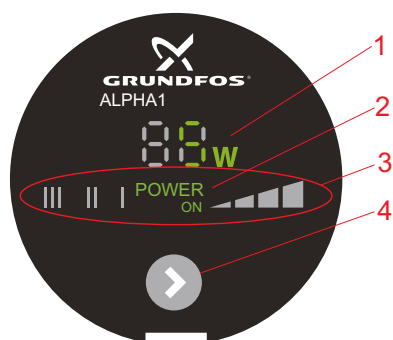
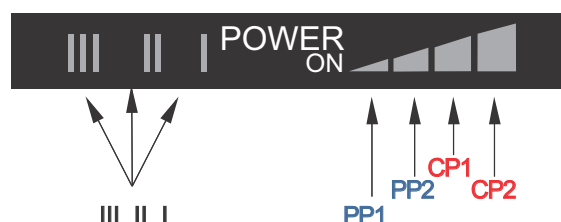

Fig. 8 Painel de controlo do GRUNDFOS ALPHA1
Fig. 9 Sete campos luminosos
O visor (fig. 8, pos. 1) acende-se quando se liga a alimentação. O visor apresenta o consumo de energia efectivo do circulator em Watt (número inteiro) durante o funcionamento.
O campo luminoso "POWER ON" (fig. 8, pos. 2) acende-se quando se liga a alimentação.
O circulator tem sete configurações opcionais que podem ser seleccionadas com o botão de pressão. Consulte a fig. 8, pos. 4. A configuração do circulator é indicada por sete campos luminosos diferentes. Consulte a fig. 9.
A configuração do circulator é alterada sempre que o botão de pressão é pressionado (fig. 8, pos. 4).